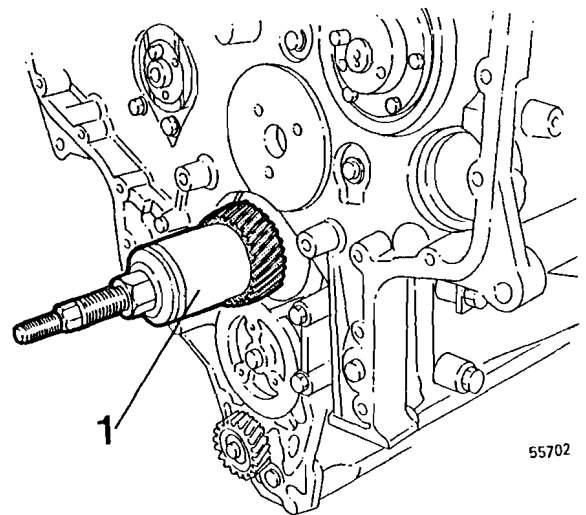

Fig. 176
- 22 Sujetar la herramienta al cigüeñal y presionar sobre el piñón utilizando la tuerca, véase fig. 176.